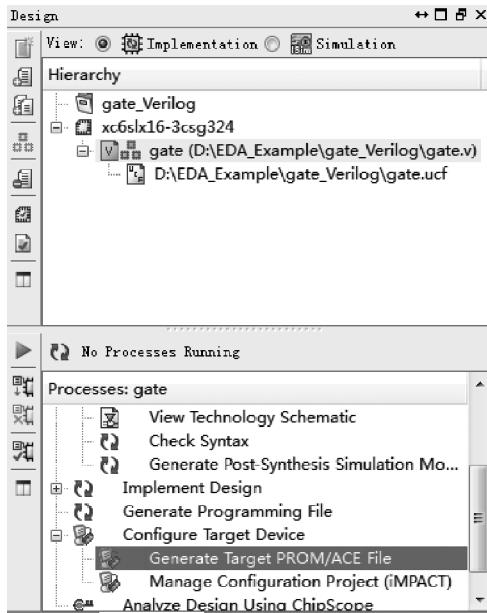

图 3.77 进入生成 PROM 文件界面入口
(2) 如图 3.77 所示,在 Processes 窗口下,找到 Configure Target Device(配置目标器件)选项,并展开。在展开项中,选择并双击 Generate Target PROM/ACE File(生成目标 PROM/ACE 文件)选项。